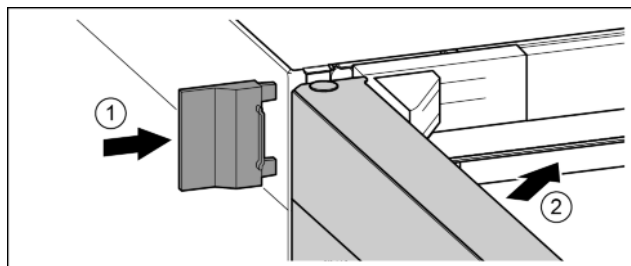

Fig. 20
- Buitenste afdekking erop schuiven. Fig. 20 (1)
- Bovenste deur sluiten. Fig. 20 (2)